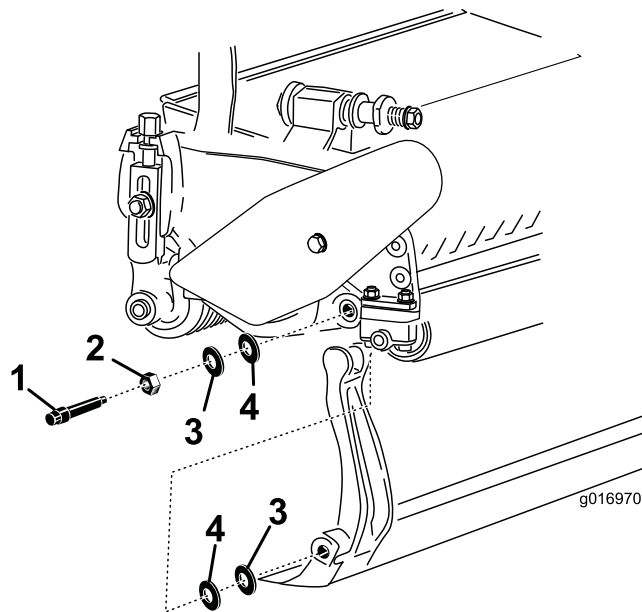

Рисунок 21
Не забудьте снять две нейлоновые и две штампованные стальные шайбы с каждой стороны планки неподвижного ножа (Рисунок 21).
3. Установите нейлоновую шайбу с каждой стороны выступа боковой пластины. Установите стальную шайбу с наружной стороны каждой из нейлоновых шайб (Рисунок 21).